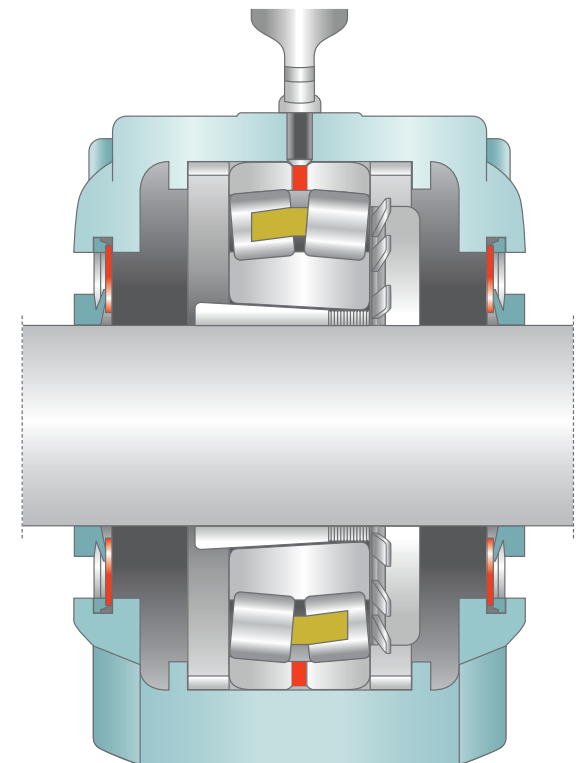

Figure 7 : Lubrification des roulements par la rainure centrale
- Quand il s'agit de roulements LFD dotés d'une rainure extérieure de graissage et de trous de lubrification (désignations W20, W26, W33,...), le palier est à lubrifier directement par la bague extérieure (**fig. 7**).